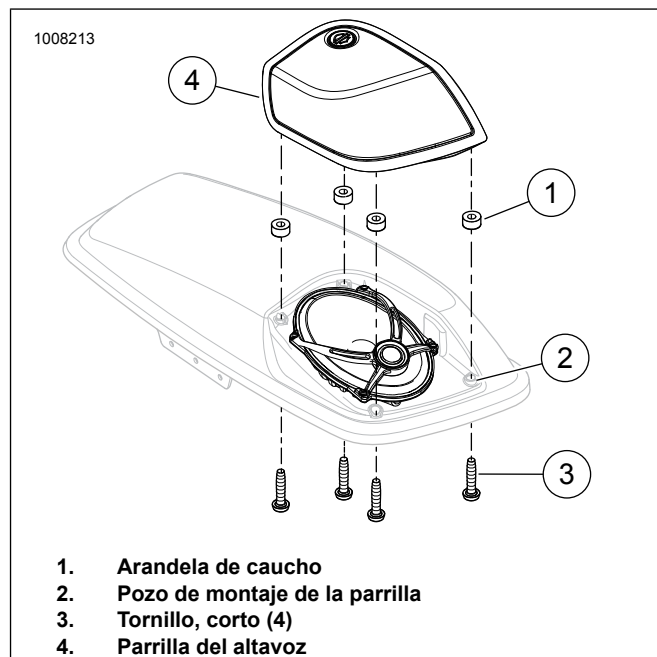

Figura 19. Instalación y extracción de la parrilla
7. Consulte la Figura 19. Extraiga los tornillos de la parrilla del altavoz (3). Consérvelos para usarlos más tarde.
8. Extraiga la parrilla del altavoz (4). Consérvelos para usarlos más tarde.
9. Observe la ubicación de las arandelas de caucho (1) para volver a usarlas.